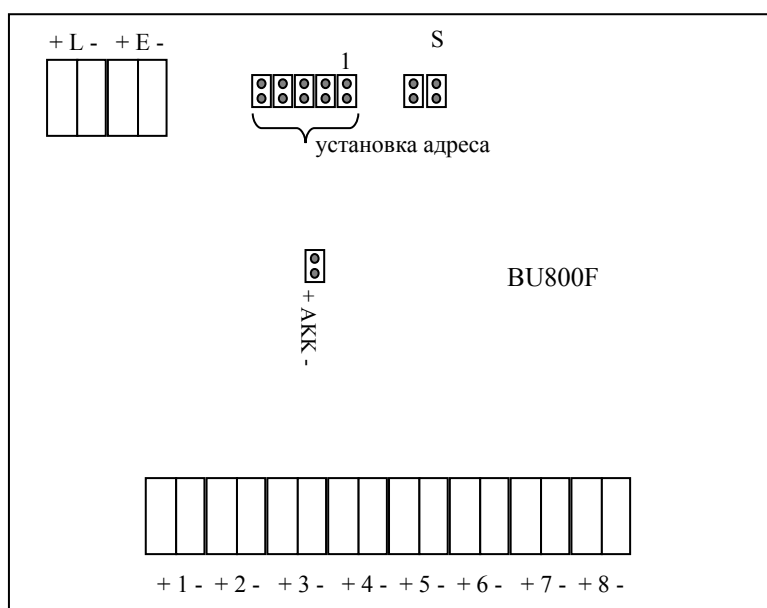

Рис.5.8.
5.4.17. Расположение выводов БУ представлено на рис.5.8.